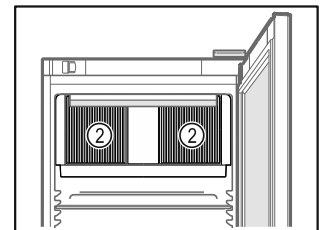

Fig. 61
- ❑ Дръжте вентилационните отвори Fig. 61 (2) на циркуляционния вентилатор във вътрешността свободни.